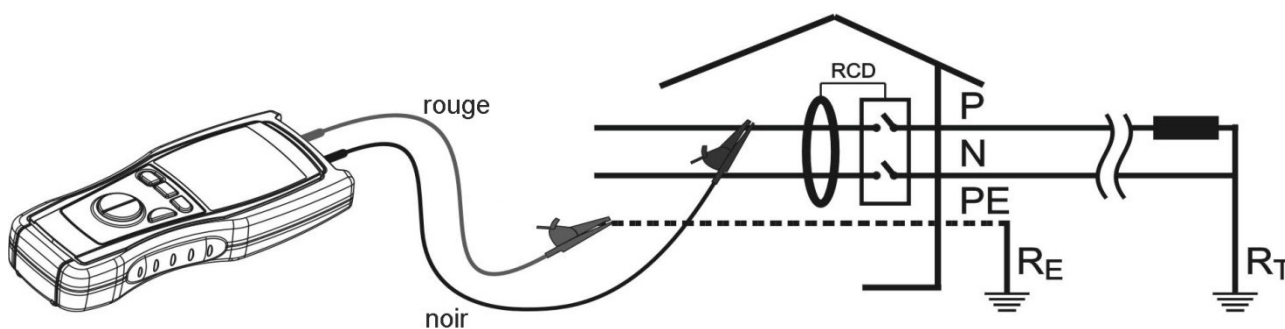

Fig. 8 : Connexion des câbles de test de l'appareil testé MΩ
6. Connecter les câbles de test de l'appareil aux bouts des conducteurs dont on souhaite mesurer l'isolation réciproque (voir Fig. 8)